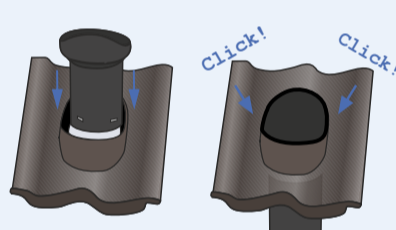

Рис.2
3. Установите выходную трубу в проходную черепицу и зафиксируйте до характерных щелчков, по всему диаметру (рис. 2). Подсоедините гибкий шланг KRONOFLEX к трубе (приобретается отдельно).